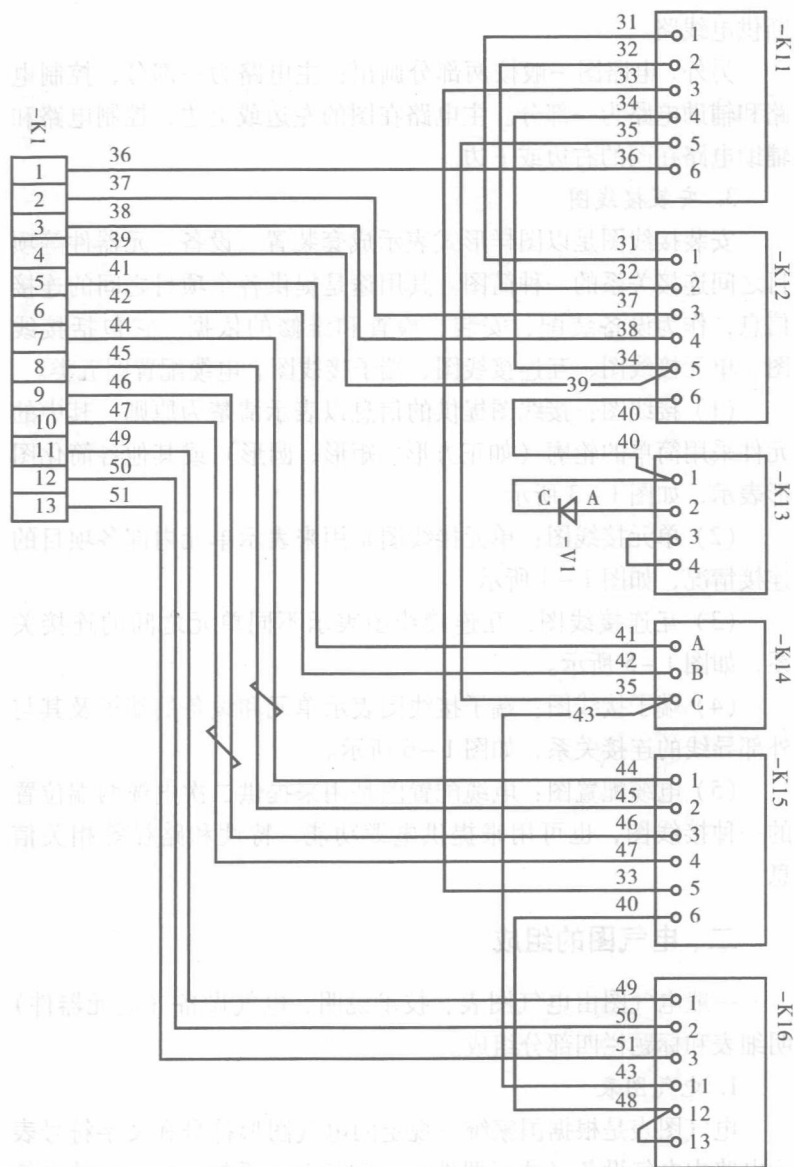

图 1-3 接线图举例
(1) 接线图:接线图提供的信息以表示清楚为原则,其中的元件采用简单的轮廓(如正方形、矩形、圆形)或其他各简化图形表示,如图1-3所示。